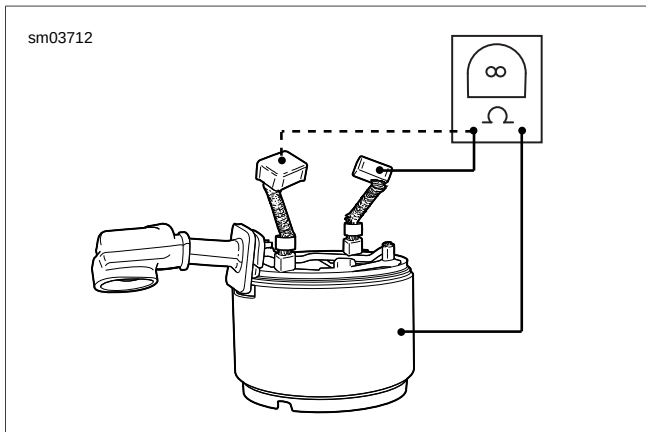

Figura 1-15. Prueba de la bobina de campo a tierra
3. Vea Figura 1-15. Compruebe el devanado de la bobina de campo a tierra con un ohmímetro o un probador de continuidad.